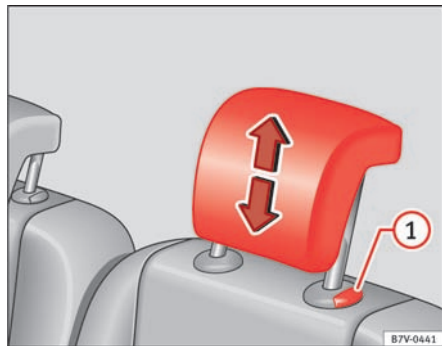

Fig. 87 Afmontering af hovedstøtte bag
- Træk hovedstøtten helt ud, mens du trykker på knappen ⇒ Fig. 87 .